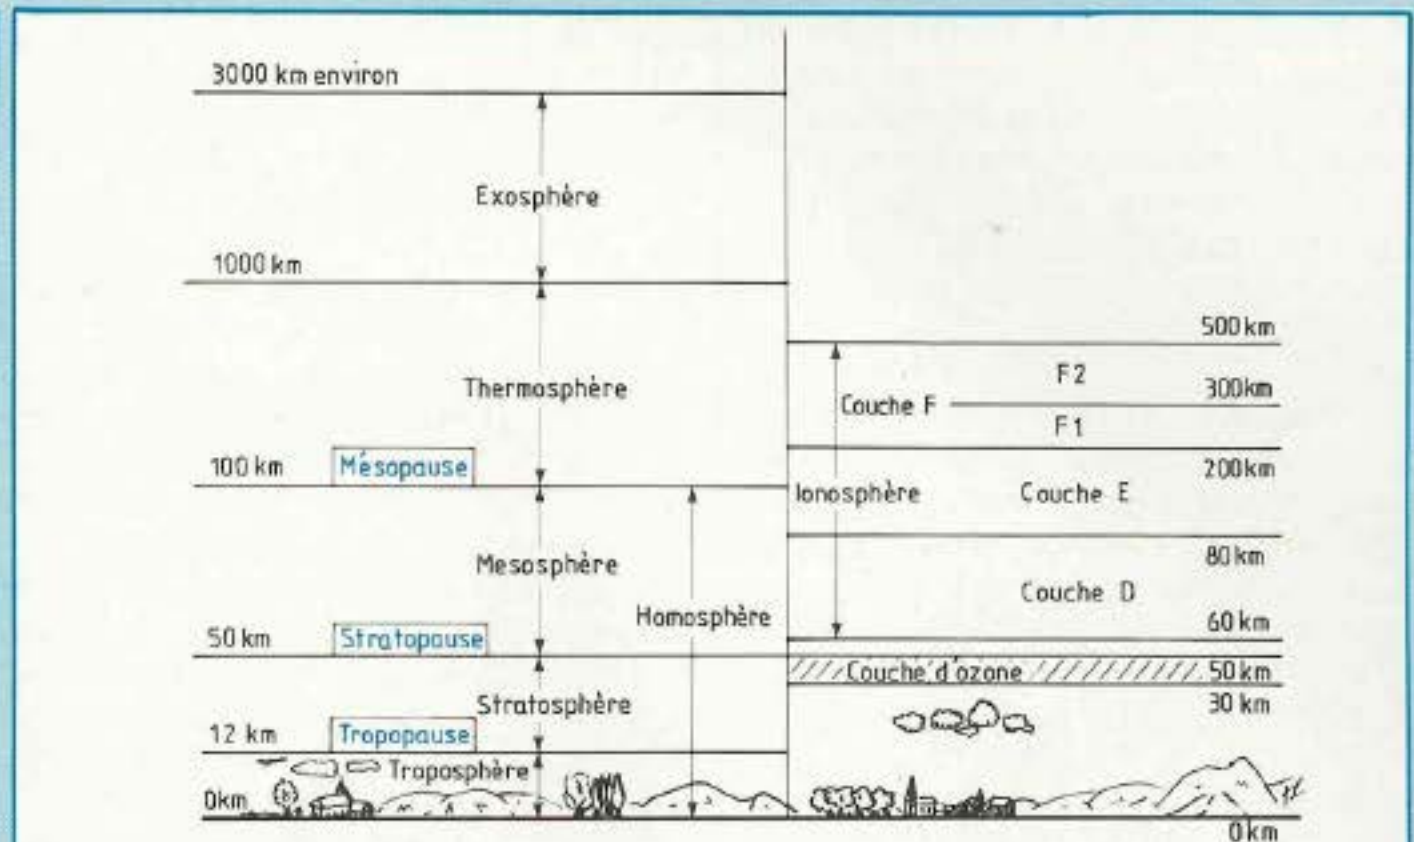

Fig. 1: Constitution de l'atmosphère.
**L**e Baromètre (du grec "baros" qui veut dire poids) va nous donner directement les tendances du temps à venir, et ceci, grâce à l'étude d'un phénomène naturel nommé : pression atmosphérique, qui est tout simplement, et par définition le poids de la masse d'air entourant notre planète communément appelée atmosphère. L'atmosphère est divisée en plusieurs couches, déterminées d'abord en fonction des variations de températures, ensuite en fonction des propriétés électriques et de l'ionisation des couches. La figure 1 nous montre les différentes couches ainsi que les hauteurs de chacune d'elles.